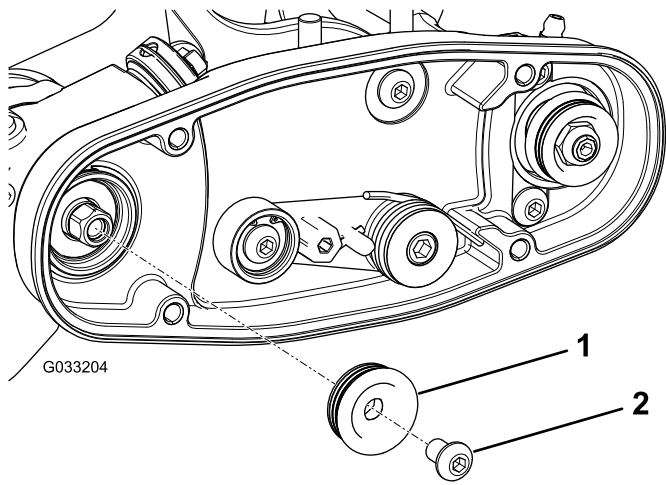

图12
2. 把驱动皮带轮安装到疏草刀轴上 图12。
3. 为六角驱动螺栓涂抹 242 乐泰胶蓝色并使用该螺栓将皮带轮固定到驱动轴上请参阅 图12。